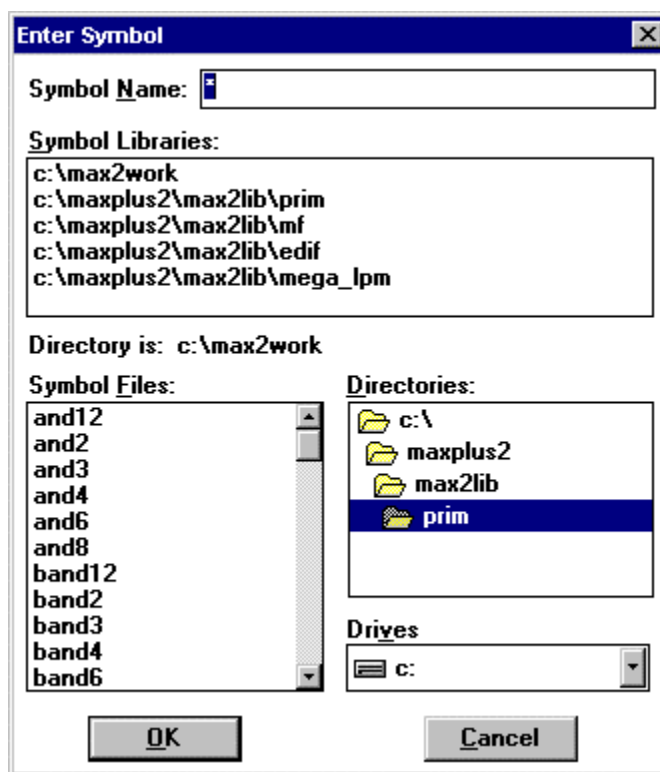

Figura 7
4.2.2 Clique duas vezes em um espaço em branco da tela de trabalho para que a janela *Enter Symbol* seja gerada (veja figura 7);
- Na tela da figura 7, no quadro *Simbol Name*, o nome da primitiva and2;
- Posicione o componente conforme o item 6.